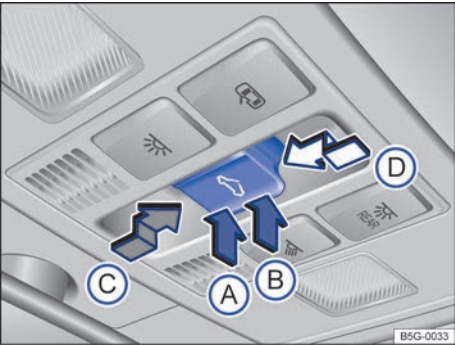

图 33 车内顶蓬：电动全景滑动/翻开式天窗按钮
功能	操作方法⇒图 33
按钮 ⇒图 33 设有 2 档位置。1 档位置：可完全打开天窗，或部分翻开天窗，打开或关闭天窗。
- 触发防夹功能后 5 秒钟内按压  按钮 $\Rightarrow$ 图 33，沿箭头  方向将按钮保持在 2 档位置，直至天窗完全关闭。